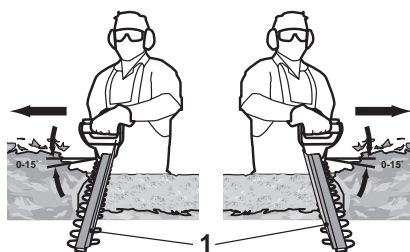

Fig. 3
2. Insira o varredor (1) e assegure que a orientação do mesmo é adequada para a utilização, como descrito na Fig. 3.